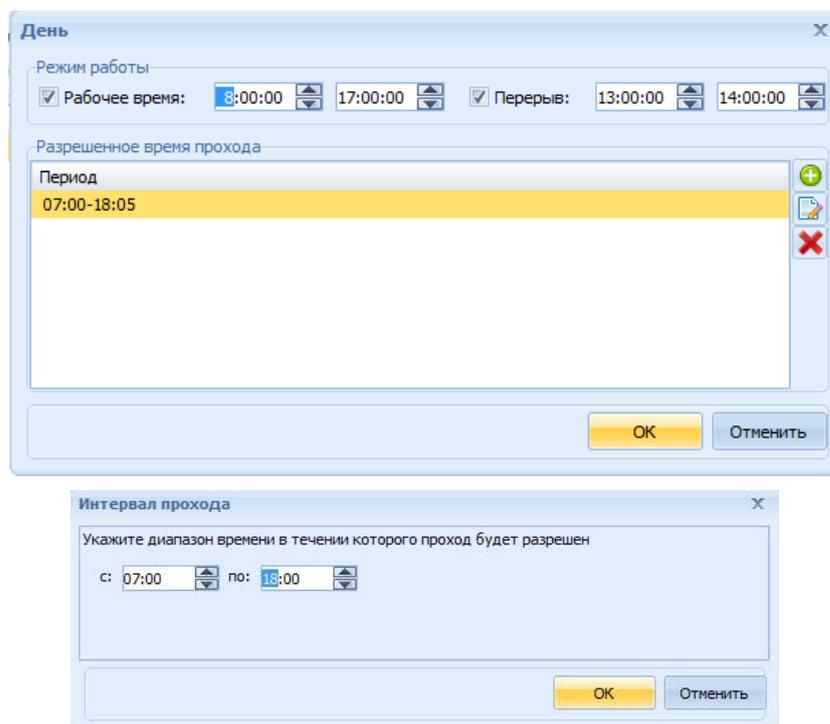

Рисунок 23.36 Окно «День»
4) Настроить рабочее время для каждого дня графика с помощью кнопки  панели меню или двойного щелчка мыши по дню графика. В результате откроется окно «День», в котором требуется указать интервал рабочего времени, интервал перерыва, а также добавить с помощью кнопки  диапазон разрешенного времени прохода (Рисунок 23.36), затем нажать **ОК**.